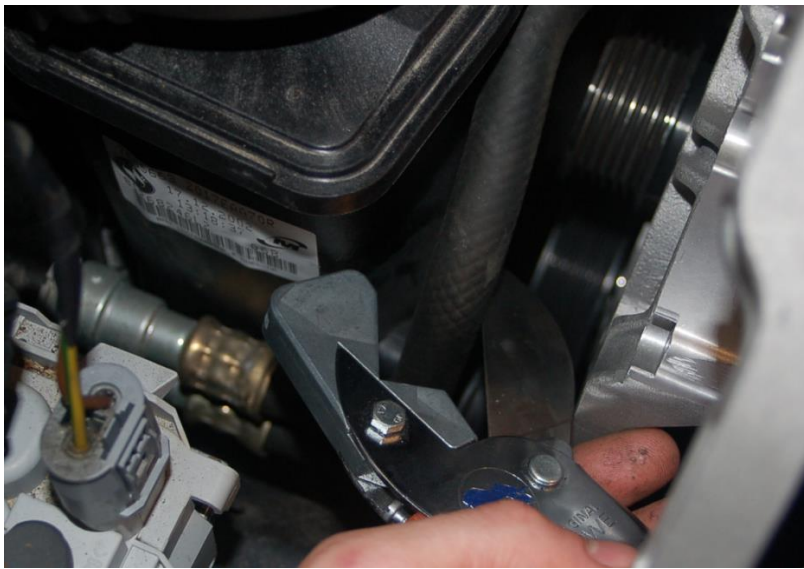

Abbildung 11
22. Kurbelgehäuseentlüftungsschlauch P341-53-20 auf den Stutzen von Schritt 22. mit Quetschschelle montieren. Zur Vereinfachung der Montage sollten die Bauteile (Stutzen, Quetschschelle und Schlauch) wie in Abbildung 11 ausgerichtet werden: